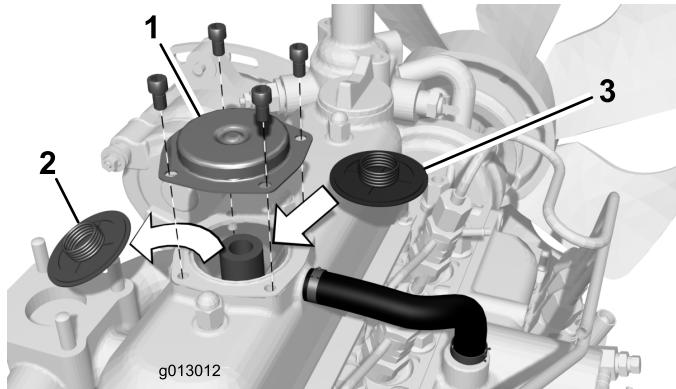

Figura 1
- Limpie cuidadosamente la tapa del respiradero y la zona colindante de la tapa de la válvula (Figura 1).
- Retire los 4 tornillos que sujetan la tapa del respiradero a la tapa de la válvula (Figura 1). Retire la tapa del respiradero.
Importante: Para evitar que caiga contaminación en el motor, retire cualquier residuo de la válvula usada antes de retirarla del orificio de la tapa de la válvula (Figura 1).
- Retire la válvula del respiradero usada del orificio de la válvula (Figura 1).